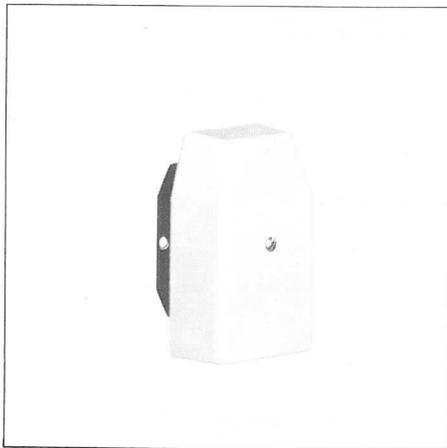

Fig. 4 Sonde extérieure AFA
2.1 Sonde extérieure AFA (fig. 4)